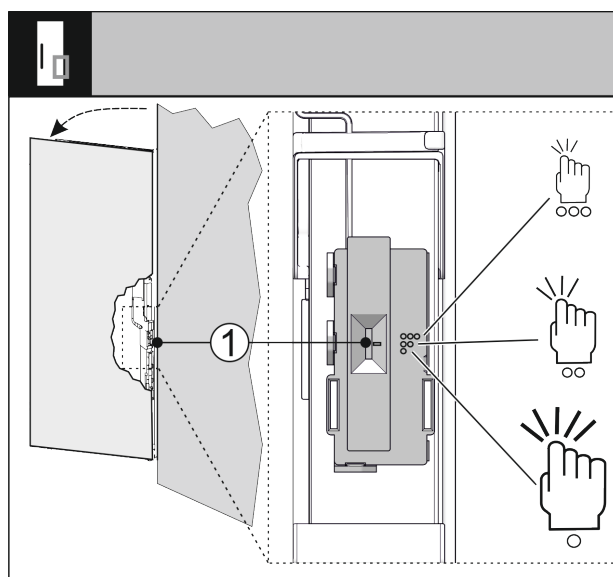

Fig. 34
Man kan indstille bankesignalets følsomhed via en kontakt Fig. 34 (1). Kontakten findes på hængselsiden på den nederste tredjedel af døren.
- ▶ Forskyd kontakten Fig. 34 (1) til den ønskede kontaktstilling.